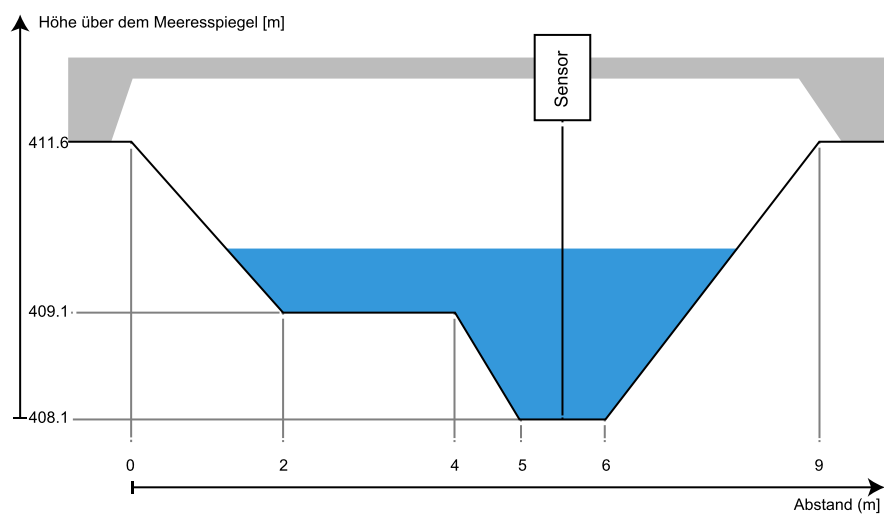

Abbildung 13 Querschnittsprofil mit absoluten Höhen
- Absolute Höhe über dem Meeresspiegel, siehe Abbildung 13